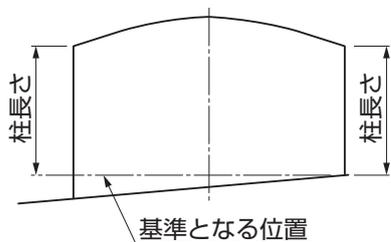

図2-6
- ④M合掌キャップを取付けてください。(図2-6参照)
- ⑤梁連結材を【12-5】で固定してください。
- 基準になる位置からの柱の長さを同じにしてください。合掌棟木に水がたまり、漏水するおそれがあります。(図2-6参照)